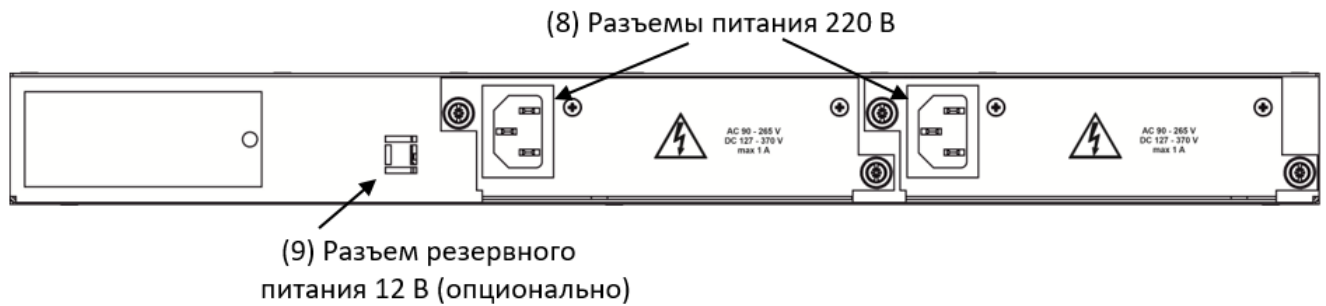

Рисунок 4.2.8 – Расположение разъемов на задней панели коммутатора Корунд-4С-16М8Е
4.2.1.2 На задней панели коммутатора располагаются разъемы двух независимых источников питания 220 В (8), опционально разъем резервного питания 12 В (9), рисунок 4.2.8.